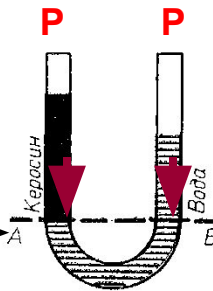

Рис. 108
*При равенстве давлений высота столба жидкости с большей плотностью будет меньше высоты столба жидкости с меньшей плотностью (рис. 108).*
- Докажите, что в сообщающихся сосудах высоты столбов над уровнем раздела двух разнородных жидкостей (см. рис. 108) обратно пропорциональны плотностям жидкостей. Укажите. Используйте формулу для расчета давления жидкости.